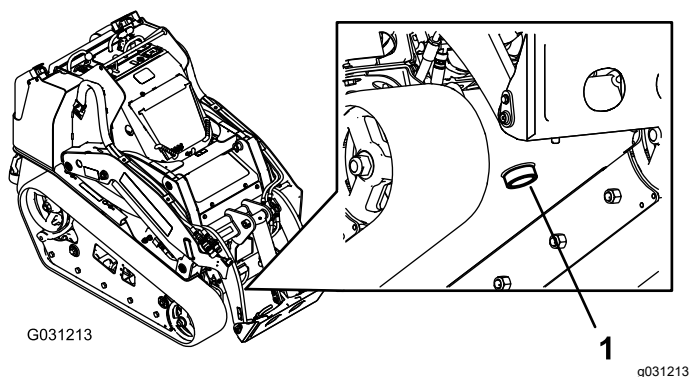

Figure 74
7. Placez un grand bac de vidange (d'au moins 57 litres de capacité) sous le bouchon de vidange à l'avant de la machine (Figure 74).
8. Retirez le bouchon de vidange pour permettre à l'huile de s'écouler dans le bac de vidange (Figure 74).